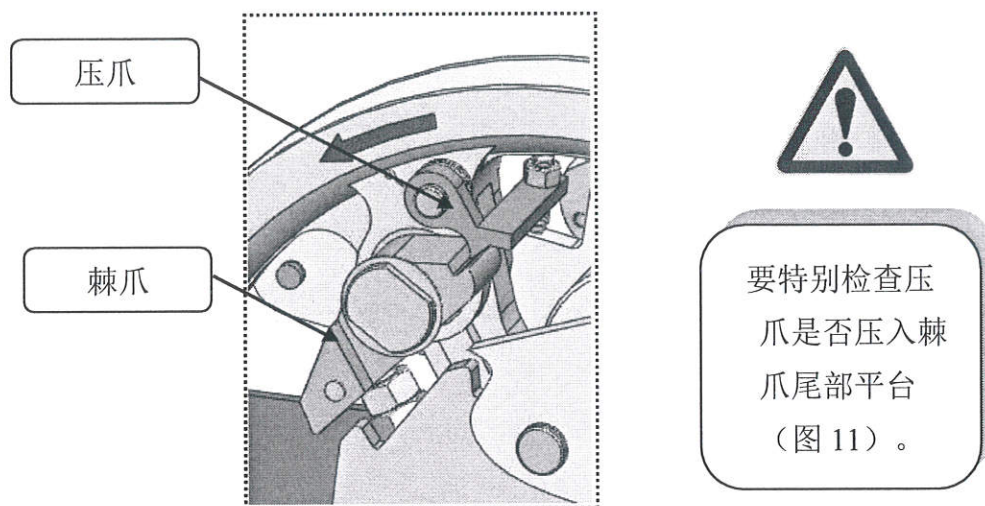

图 11 正常状态下压爪棘爪状态
(1) 检查压爪是否压入棘爪尾部平台, 如图 11。
步骤二: 复位棘爪压爪。抬起棘爪并使压爪压在棘爪尾部平台, 如图 11。